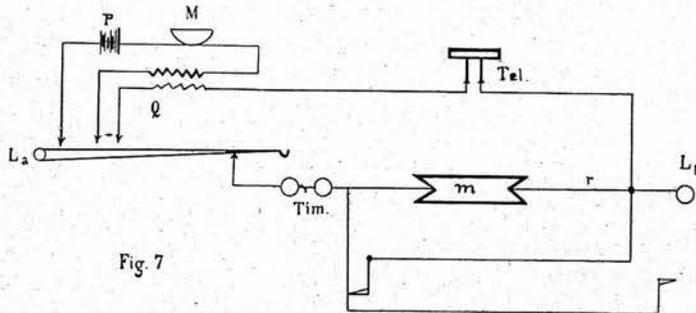

Fig 7
Viceversa, al llamar cualquiera de estas dos estaciones, provoca la señal de llamada en los indicadores (1) y (2) respectivamente de la central. He ahí el significado de las distintas letras (fig. 7): *M* micrófono, *P* pila, *Tel* receptor telefónico, *La* gancho conmutador, *Tim* timbre, *m* magneto.
mantener la conexión de la línea con el receptor, y llevar el polo libre del magneto a tierra, intercalando, si es posible, un condensador (fig. 7 y 8). La fig. 7 es un esquema ordinario con magneto en corto circuito, para la recepción de la voz y la llamada, así como para la transmisión de la voz.